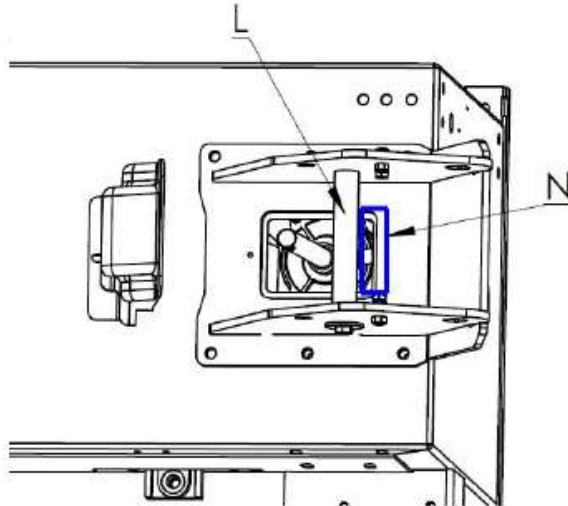

Abb. 7
- Säule langsam nach vorne ziehen. Sobald sich Säulenlöcher und Kolbenstange I in Linie befinden, führen Sie den Achsenstift J (Abb. 7) ein und sichern Sie diesen mit der Schraube und der Unterlegscheibe (M12x55). Richten Sie die Säule anschließend wieder auf, um dessen Montage zu beenden.